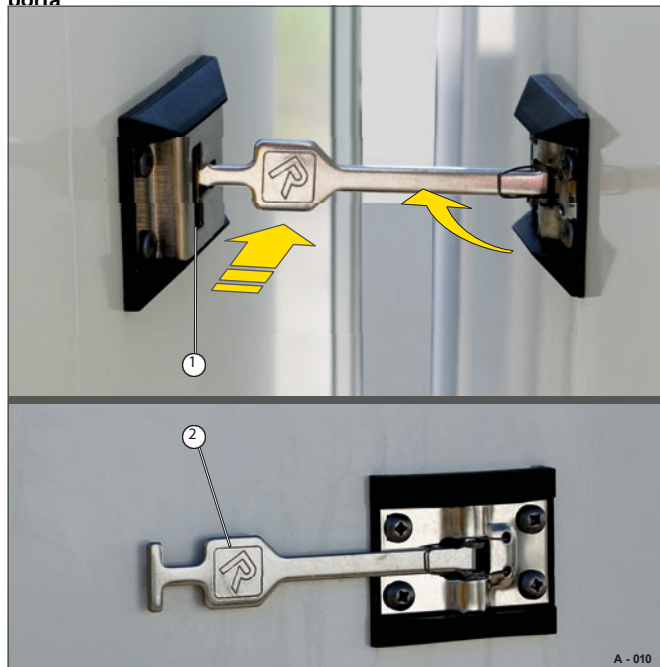

Fig. 10 Fixação com retentor da porta
- Segure firmemente a folha do portão e introduza lentamente a alavanca de abertura (Fig. 10/2) no casquilho de abertura (Fig. 10/1) até ao batente.